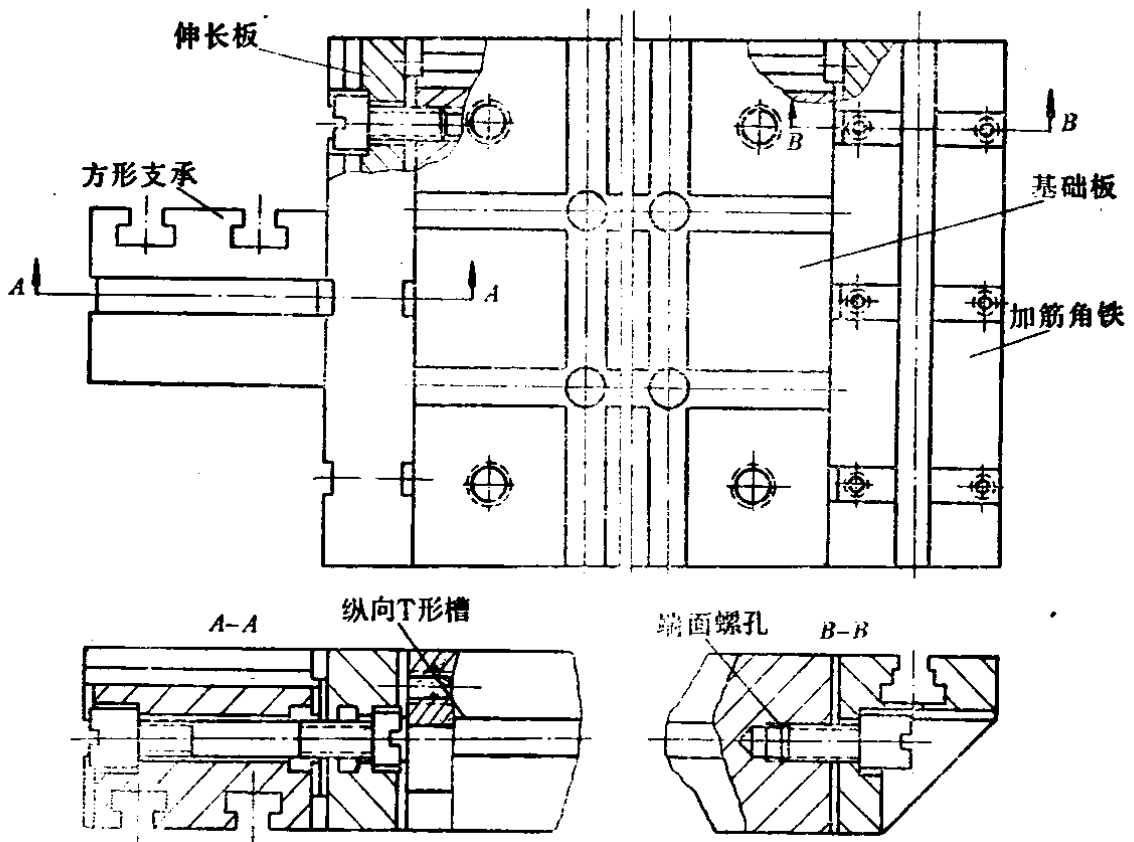
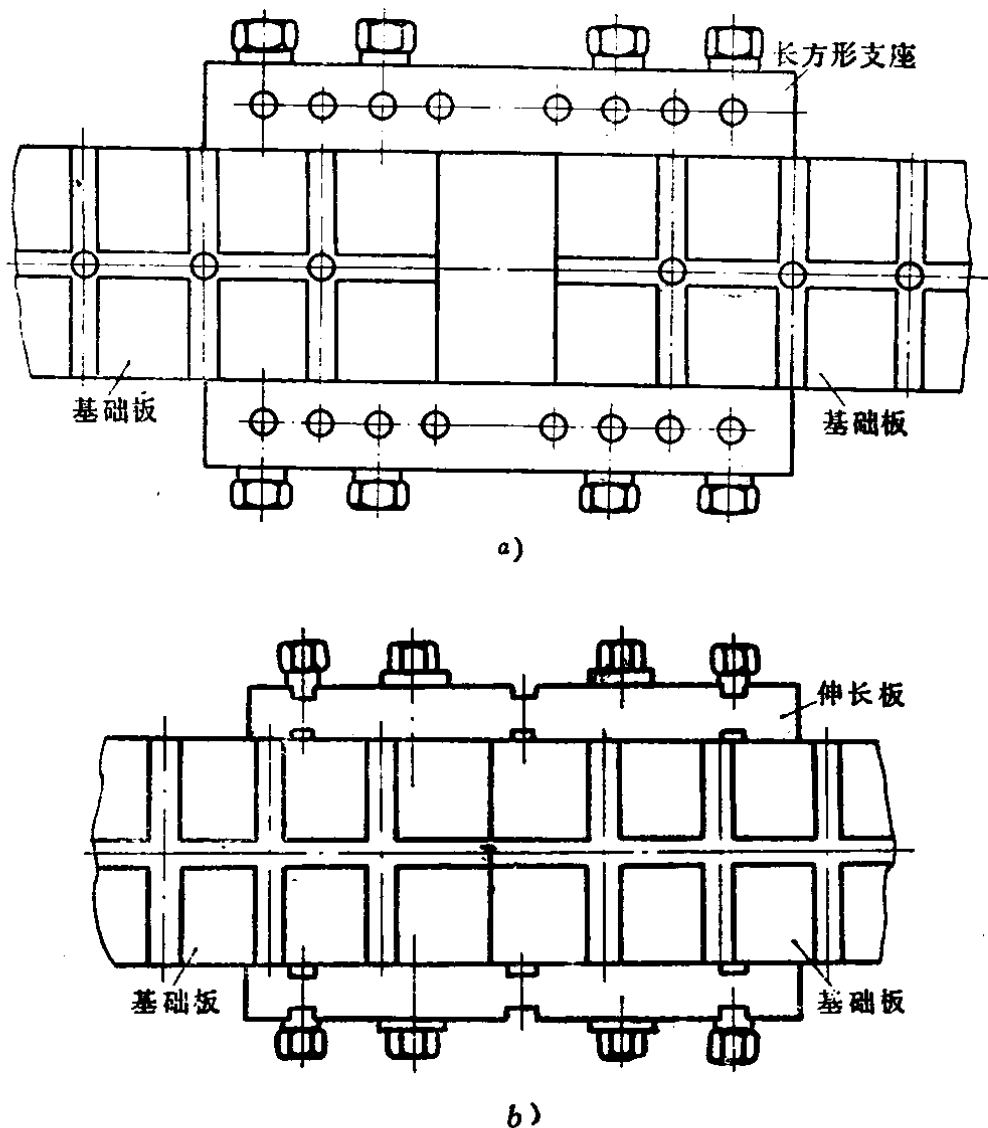

图2-2 利用基础板两端面的螺孔连接元件
图2-3 两块基础板利用两侧面 T 形槽互相连接
1. 方形和长方形基础板的侧面有纵向 T 形槽, 端面有螺孔。通过这些槽和螺孔, 根据使用的部位不同, 可在基础板的侧面和端面用不同的连接法安装各种元件, 或把两块以上的基础板连接起来, 从而扩大基础板的使用面积 (基础板厚度公差需要选择, 高精度为 $0.01 \sim 0.03$ 毫米, 一般为 $0.03 \sim 0.05$ 毫米), 如图 2-2、图 2-3 所示。